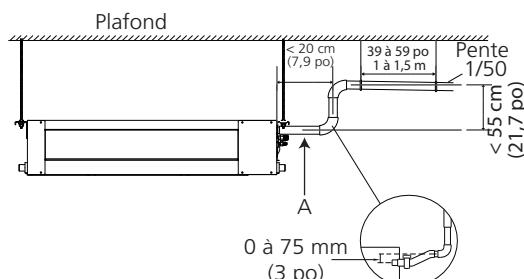

Fig. 28 – Tuyauterie d'évacuation de condensat avec pompe
- Assurez-vous que le plus haut point de la tuyauterie de condensat se trouve le plus près possible du module (voir la figure 28).
- Pour éviter la formation de bulles d'air, maintenez le tuyau d'évacuation à l'horizontale ou légèrement en pente ascendante. Voir la lettre (A), figure 28.